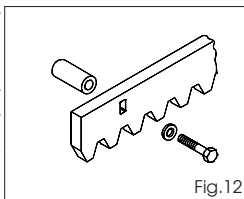

Fig.12
5.4.2. Stalen tandheugel - vastschroeven (Fig. 12)
De aandrijving heeft een mechanische eindaanslag met veerhefboom, die de beweging van de poort stopt op het moment dat het plaatje aan de bovenkant van de tandheugel de veer in werking stelt, totdat de microsleutelschakelaar ingeschakeld wordt (fig. 12). De steun van het plaatje kan op alle tandheugels met een breedte tot 13 mm worden gemonteerd.